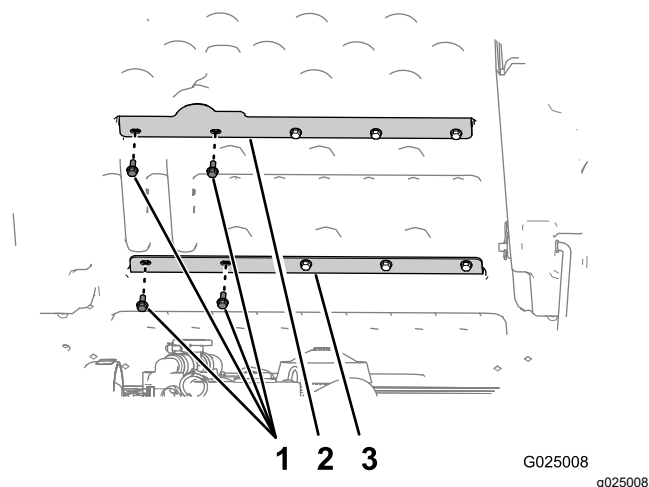

Figura 4
2. Retire los 2 pernos de la izquierda (5/16" x 3/4") que sujetan el refuerzo inferior a la plataforma (Figura 4).
1. Retire los 2 pernos de la izquierda (5/16" x 3/4") que sujetan el refuerzo superior a la plataforma (Figura 4).